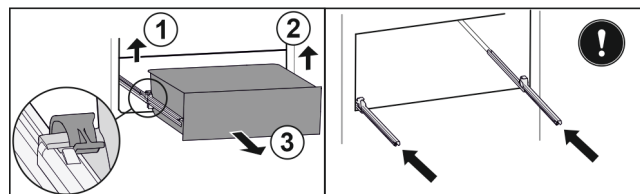

Fig. 95
- Soulever la bride gauche et tirer dans le même temps la partie gauche du tiroir vers l'avant. Fig. 95 (1)
- Soulever la bride droite et tirer dans le même temps la partie droite du tiroir vers l'avant. Fig. 95 (2)
- Retirer le tiroir par l'avant. Fig. 95 (3)